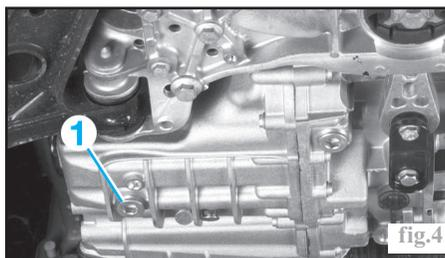

fig.4
Déposer le bouchon (1) du carter inférieur et laisser s'écouler l'huile (Fig.4).